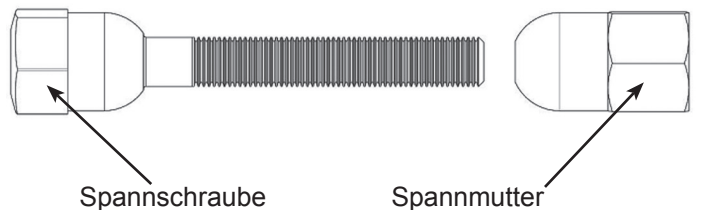

Abbildung 6
3. Die Spannschraube durch die Spannringenden führen und die Spannmutter mit dem abgerundeten Ende in Richtung Spannring gegenschauben (Abb. 6).